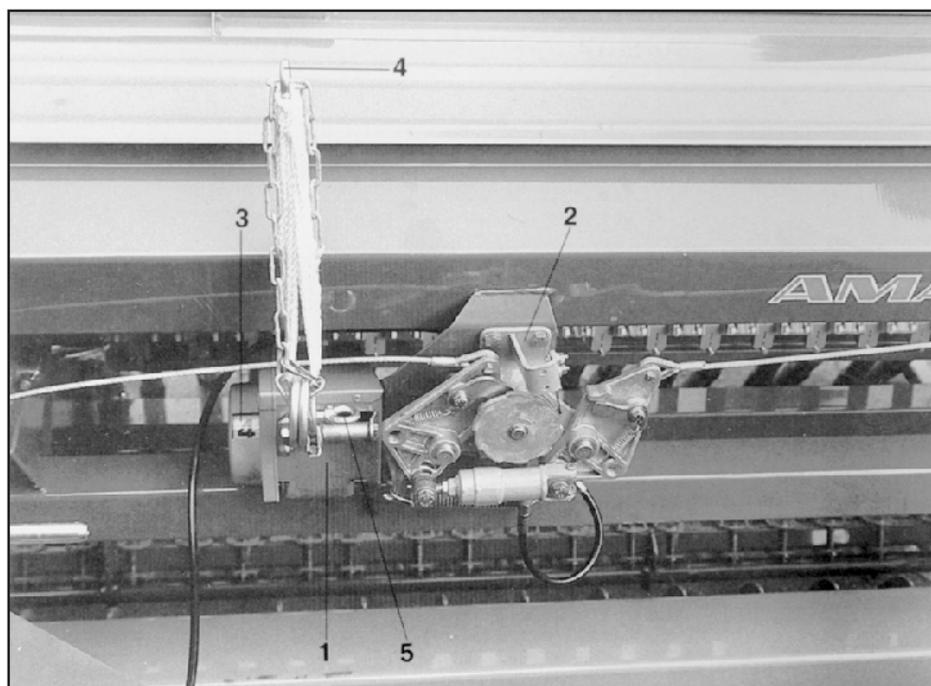
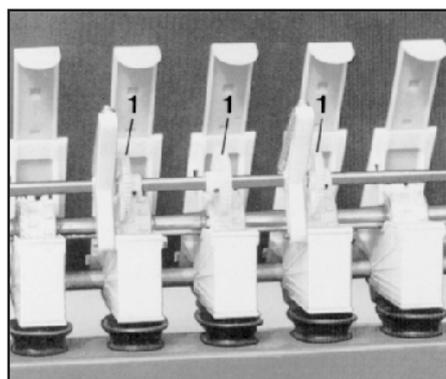
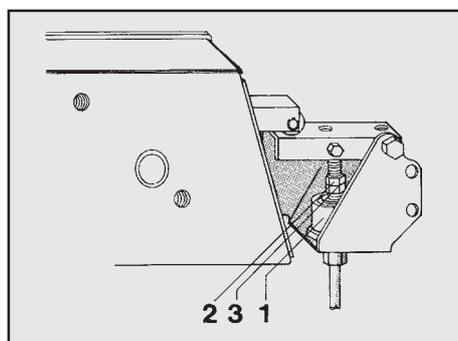
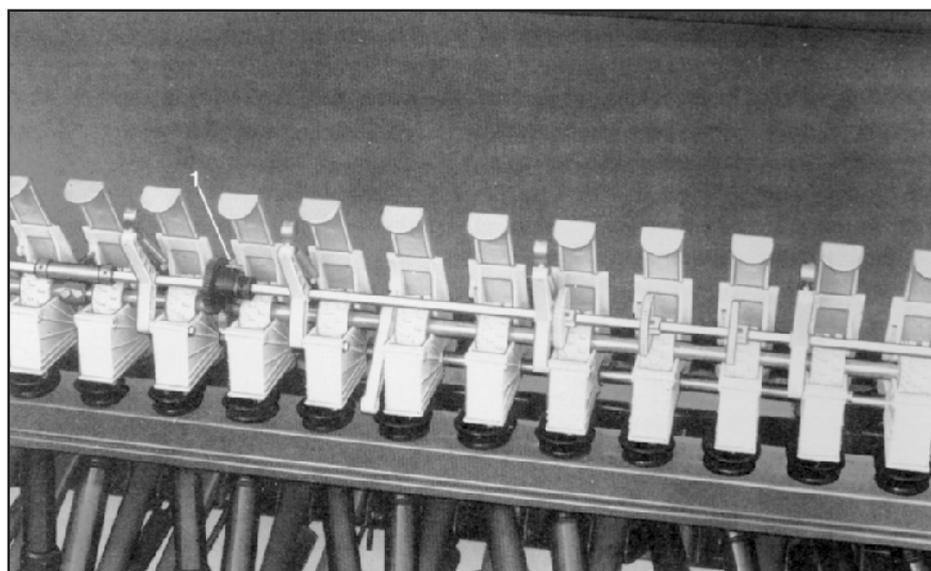

Рис. 84
Рис. 85
Рис. 87
Рис. 88
Ритм прокладки управляется пультом управления (рис. 84/1) который соединен с регулирующим автоматом (рис. 84/2) разметочных инструментов (если имеются) таким образом, что при переключении разметочных инструментов также последовательно включается устройство прокладки технологических колей. Гидравлическое устройство прокладки технологических колей присоединяется к распределительному клапану простого действия на тракторе.
При помощи индикаторного диска (рис. 84/3) в пульте управления с места тракториста можно узнать в каком пусковом положении находится устройство прокладки технологических колей. Как только на индикаторе покажется цифра "0", ведущие шестерни (рис. 85/1) высеваящих катушек устройства остановятся таким образом, что этими высеваящими катушками не будет больше подаваться посевной материал, для того чтобы возникли технологические колеи.
В начале работы необходимо установить устройство прокладки технологических колей вручную при помощи подтягивания на рукоятке управления (рис. 84/4) на правильное число (рис. 84/3) в пульте управления. Его Вы можете увидеть на примере для прокладки технологических колей в п. 23.2. Кроме того, необходимо следить за тем, чтобы регулирующий автомат разметочных инструментов опускал нужный диск разметочного инструмента.
Если нет необходимости прокладывать технологические колеи, но нужно работать с разметочными инструментами, то систему прокладки можно заблокировать. Зажимной винт (рис. 84/5) подвигается в продольном пазе на такую длину вниз, пока включение на рукоятке управления (рис. 84/4) станет невозможным.
**Внимание!** Сейчас число (рис. 84/3) в пульте управления **не должно быть "0"**, в противном случае, будут постоянно прокладываться технологические колеи.
Высевающие катушки для прокладывания колей приводятся в действие ведущими шестернями (рис. 85/1), которые прикреплены к промежуточному валу. На высевающем вале высевающие катушки устройства прокладки технологических колей могут свободно вращаться. Пульт управления (рис. 84/1) управляет с нужной частотой сцеплением, которое подключает и отключает промежуточный вал. Сцепление, в свою очередь, управляется рукояткой сцепления (рис. 88/1). Как только рукоятка сцепления войдет в паз сцепления, промежуточный вал останавливается и с высевающих катушек устройства прокладки технологических колей не подается больше посевной материал. В смотровом окошке (рис. 84/3) пульта управления показывается пусковая позиция "0".
Устройство прокладки технологических колей можно проверить, несколько раз подтягивая и снова отпуская рукоятку управления (рис. 84/4) на пульте управления. В пусковой позиции "0" рукоятка сцепления (рис. 88/1) входит в паз сцепления, чтобы отключить привод высевающих катушек системы прокладки колей. После переключения с "0" на "1" рукоятка сцепления отсоединяется от сцепления и высевающие катушки захватываются ведущей шестерней на промежуточном валу.
При проверке устройства прокладки технологических колей можно также вместо рычага управления (рис. 84/4) привести в действие гидроцилиндр (рис. 87/1) в пульте управления. Если гидроцилиндр не переключает пульт управления, то необходимо произвести следующие установки при выдвинутом цилиндре:
- Ослабить контргайку (рис. 87/2).
- Вращать гайку (рис. 87/3) влево до тех пор, пока пульт управления не переключится со щелчком. После этого повернуть гайку еще на два оборота и снова затянуть до упора контргайку (рис. 87/2).